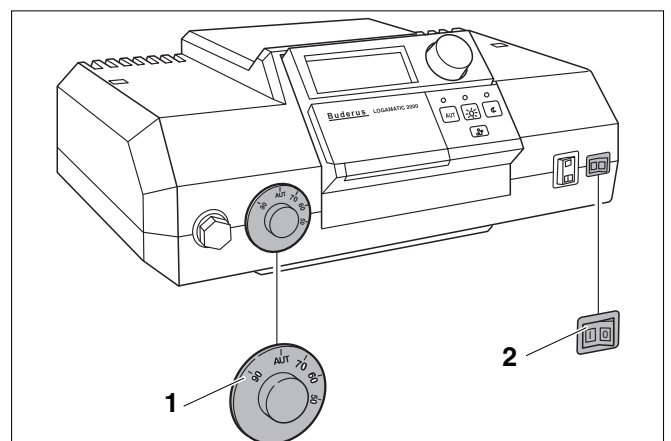

Abb. 2 Regelgerät (hier z. B.: Logamatic 2000)
Nehmen Sie Ihren Heizkessel über das Regelgerät in Betrieb (im Beispiel hier (Abb.2): Regelgerät der 2000er Reihe). Mit der Inbetriebnahme des Regelgerätes nehmen Sie automatisch den Brenner mit in Betrieb. Der Brenner kann anschließend vom Regelgerät gestartet werden. Weitere Informationen dazu können Sie in der Bedienungsanleitung des jeweiligen Regelgerätes oder Brenners nachlesen.
- Stellen Sie den Kesselwassertemperaturregler (Abb.2, Pos. 1) auf "AUT"
- Stellen Sie den Betriebsschalter (Abb.2, Pos. 2) in Stellung "I" (EIN).
Nehmen Sie Ihren Heizkessel über das Regelgerät außer Betrieb (im Beispiel hier (Abb. 2): Regelgerät der 2000er Reihe). Mit der Außerbetriebnahme des Regelgerätes wird der Brenner automatisch mit abgeschaltet.
- Stellen Sie den Betriebsschalter (Abb. 2, **Pos. 1**) in Stellung „0“ (AUS).